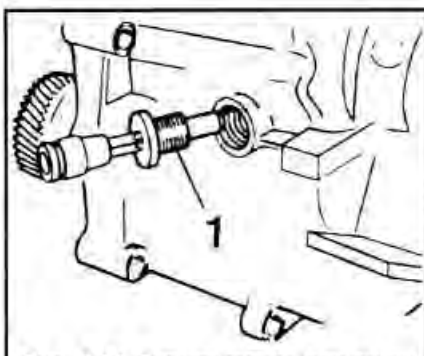

Рис. 5-26. Завертывание оси вилки переключения передач:
- Завернуть оси вилок переключения III и IV передач, установив вилку в положение совмещения отверстий (рис. 5-26).